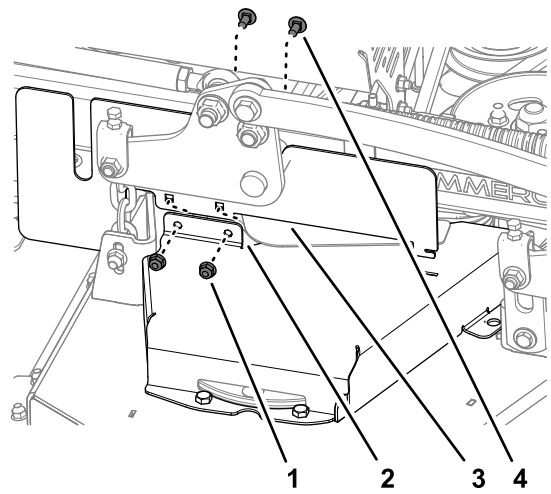

Bild 41
2. Montieren Sie die rechte Seite der CE-Abdeckung an der rechten Riemenabdeckung (Bild 41) mit den beiden Schlossschrauben und den beiden Sicherungsmuttern, die Sie in Entfernen der linken Riemenabdeckung \(Seite 28\) entfernt haben.